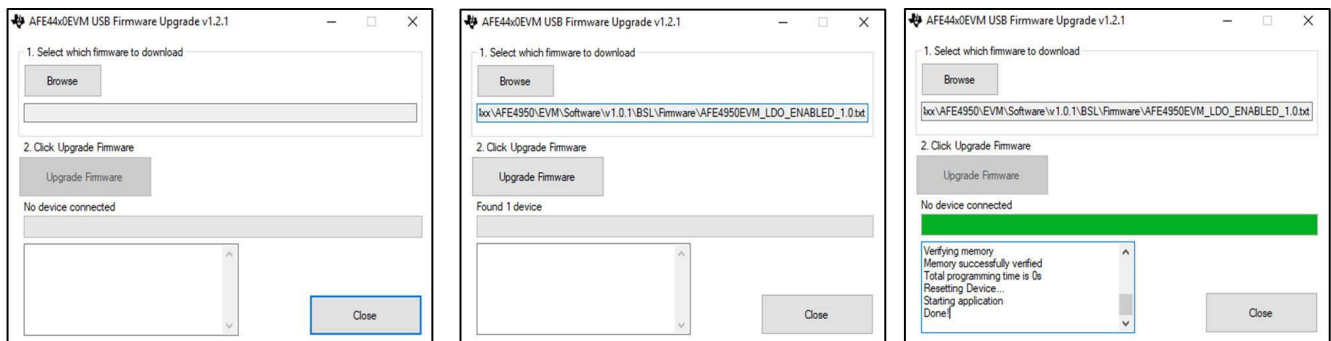

图 3-1. 固件加载器应用程序
- 点击 **Browse** 按钮并选择所需固件。图 3-1 (a) 显示了选择相应固件后的固件加载器应用程序。固件随 EVM 软件一起提供，位于以下位置。版本号可能会不同。*C:\Program Files\Texas Instruments\Bio-Sensing\AFExxxxEVM\EVM Firmware\AFExxxx V1.1.0.txt*
- 当应用程序显示 **Found 1 device** 时，如图 3-1(b) 所示，松开此开关。如果应用程序未检测到器件并显示 **No Device Connected**，则应重复步骤 3。点击 **Upgrade Firmware** 按钮。
- 文本框将显示固件编程状态。如果编程成功，则文本框中会显示 **Done** 消息。图 3-1 (c) 显示了成功编程状态。